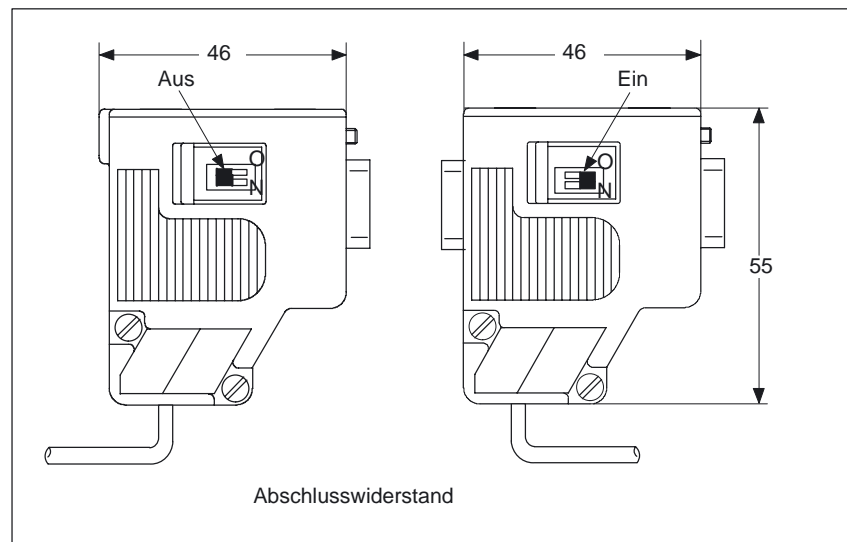

Bild 2-3 MPI-Stecker
2. Die Buslinie muss an **beiden Enden** abgeschlossen werden. Hierfür schalten Sie den Abschlusswiderstand im MPI-Stecker des ersten und letzten Teilnehmers ein, die übrigen Abschlusswiderstände aus (s. Bild 2-3).